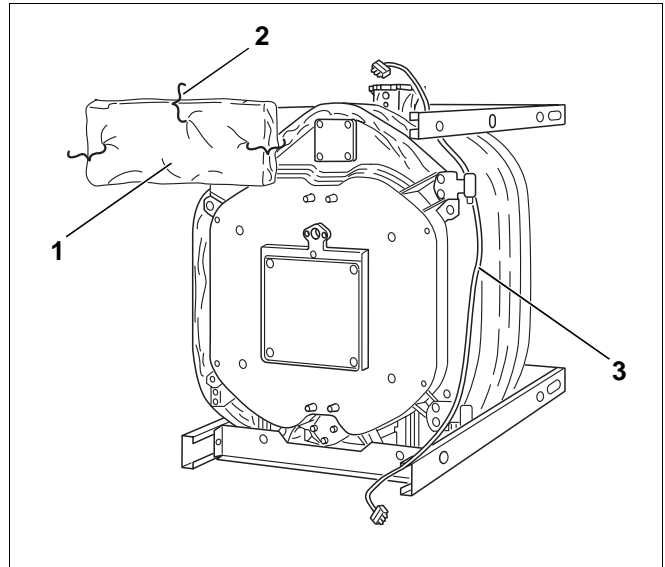

Рис. 39
- Прямоугольный элемент теплоизоляции надеть на переднюю верхнюю траверсу (рис. 39, поз. 1).
- Закрепить теплоизоляцию тремя пружинами (рис. 39, поз. 2).
- Провести кабель горелки (рис. 39, поз. 3) вниз по изоляции сбоку котла.